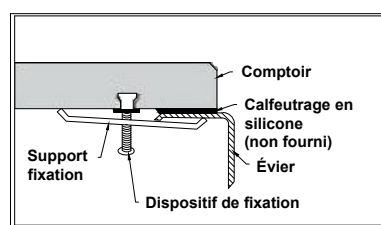

Figure 2
B. Montage avec rebord : Le bord de l'évier dépasse d'environ 1/4" du bord de l'ouverture du comptoir. (FIGURE 2)